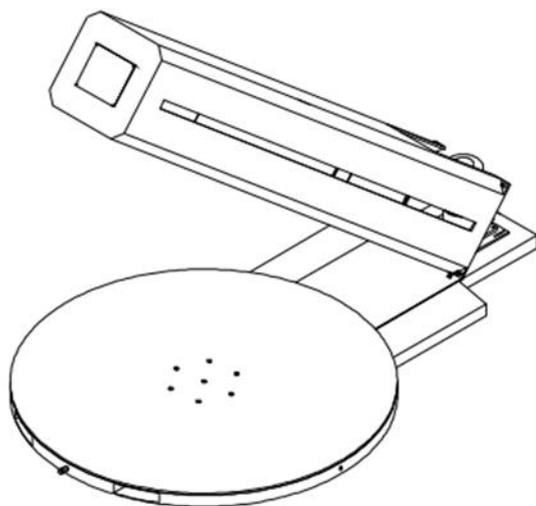

Рис. 10
2. Установите колонну в вертикальное положение, используя кран или вилочный автопогрузчик. Один человек должен держать колонну вертикально, другая фиксирует колонну в необходимом положении на основе с помощью 6 шт. винтов M10. См. Рис. 10.